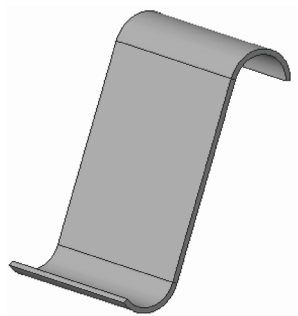

图 13-54 打开模型文件
STEP 01 单击快速访问工具栏中的“打开”按钮 , 打开模型文件，如图 13-54 所示。